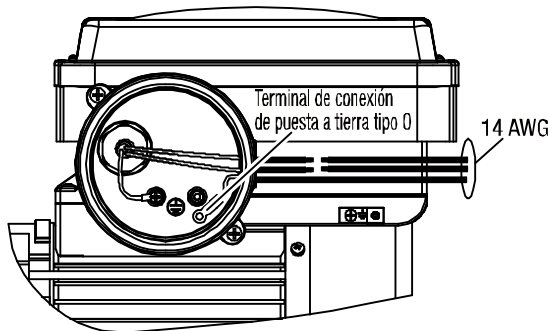

FIGURA 2
- Use alicates de engarce multifunción para presionar el terminal de conexión de puesta a tierra tipo O que conectaba el cable 14 AWG. (FIGURA 2)